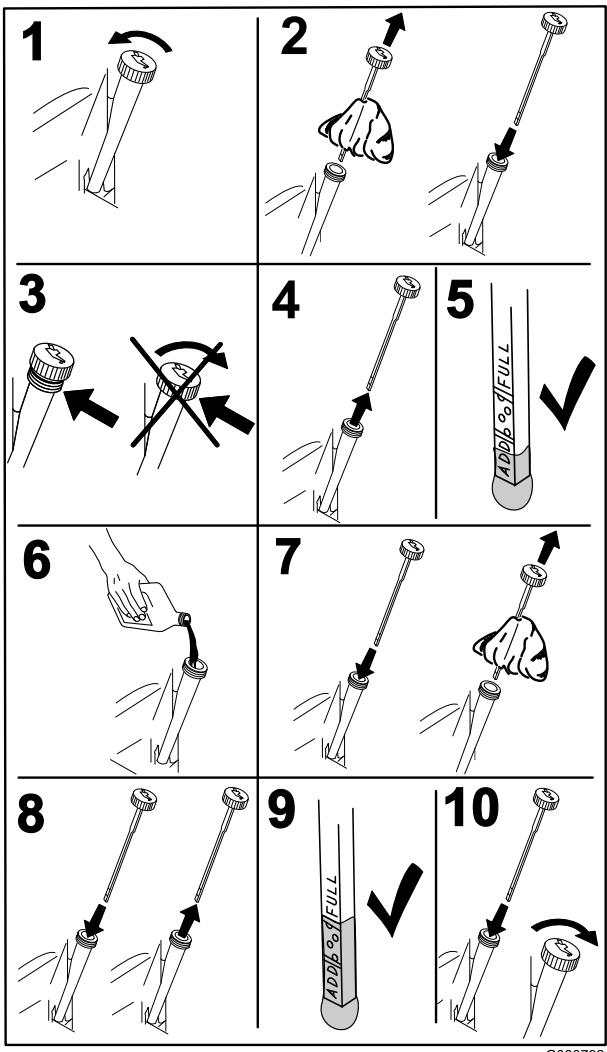

Figura 31
- Pare el motor, retire la llave y espere a que se detengan todas las piezas en movimiento antes de abandonar el puesto del operador (Figura 31).